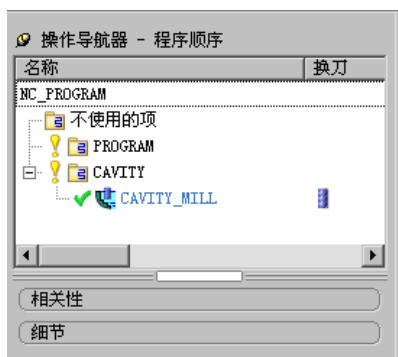
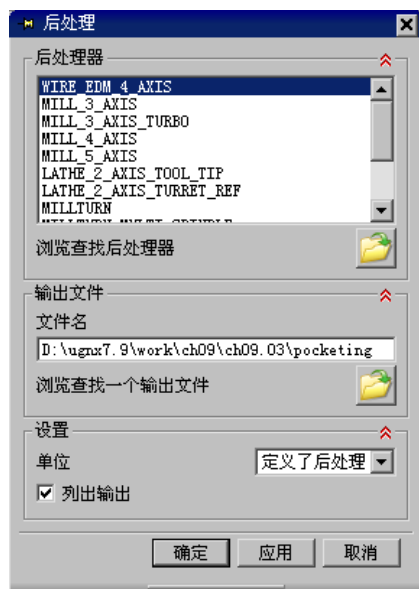

图 9.3.29 程序顺序视图
图 9.3.30 “后处理”对话框
(1) 将操作导航器调整到程序顺序视图, 如图 9.3.29 所示, 选中 **CAVITY_MILL** 节点, 然后单击“操作”工具栏中的“后处理”按钮 , 系统弹出图 9.3.30 所示的“后处理”对话框。